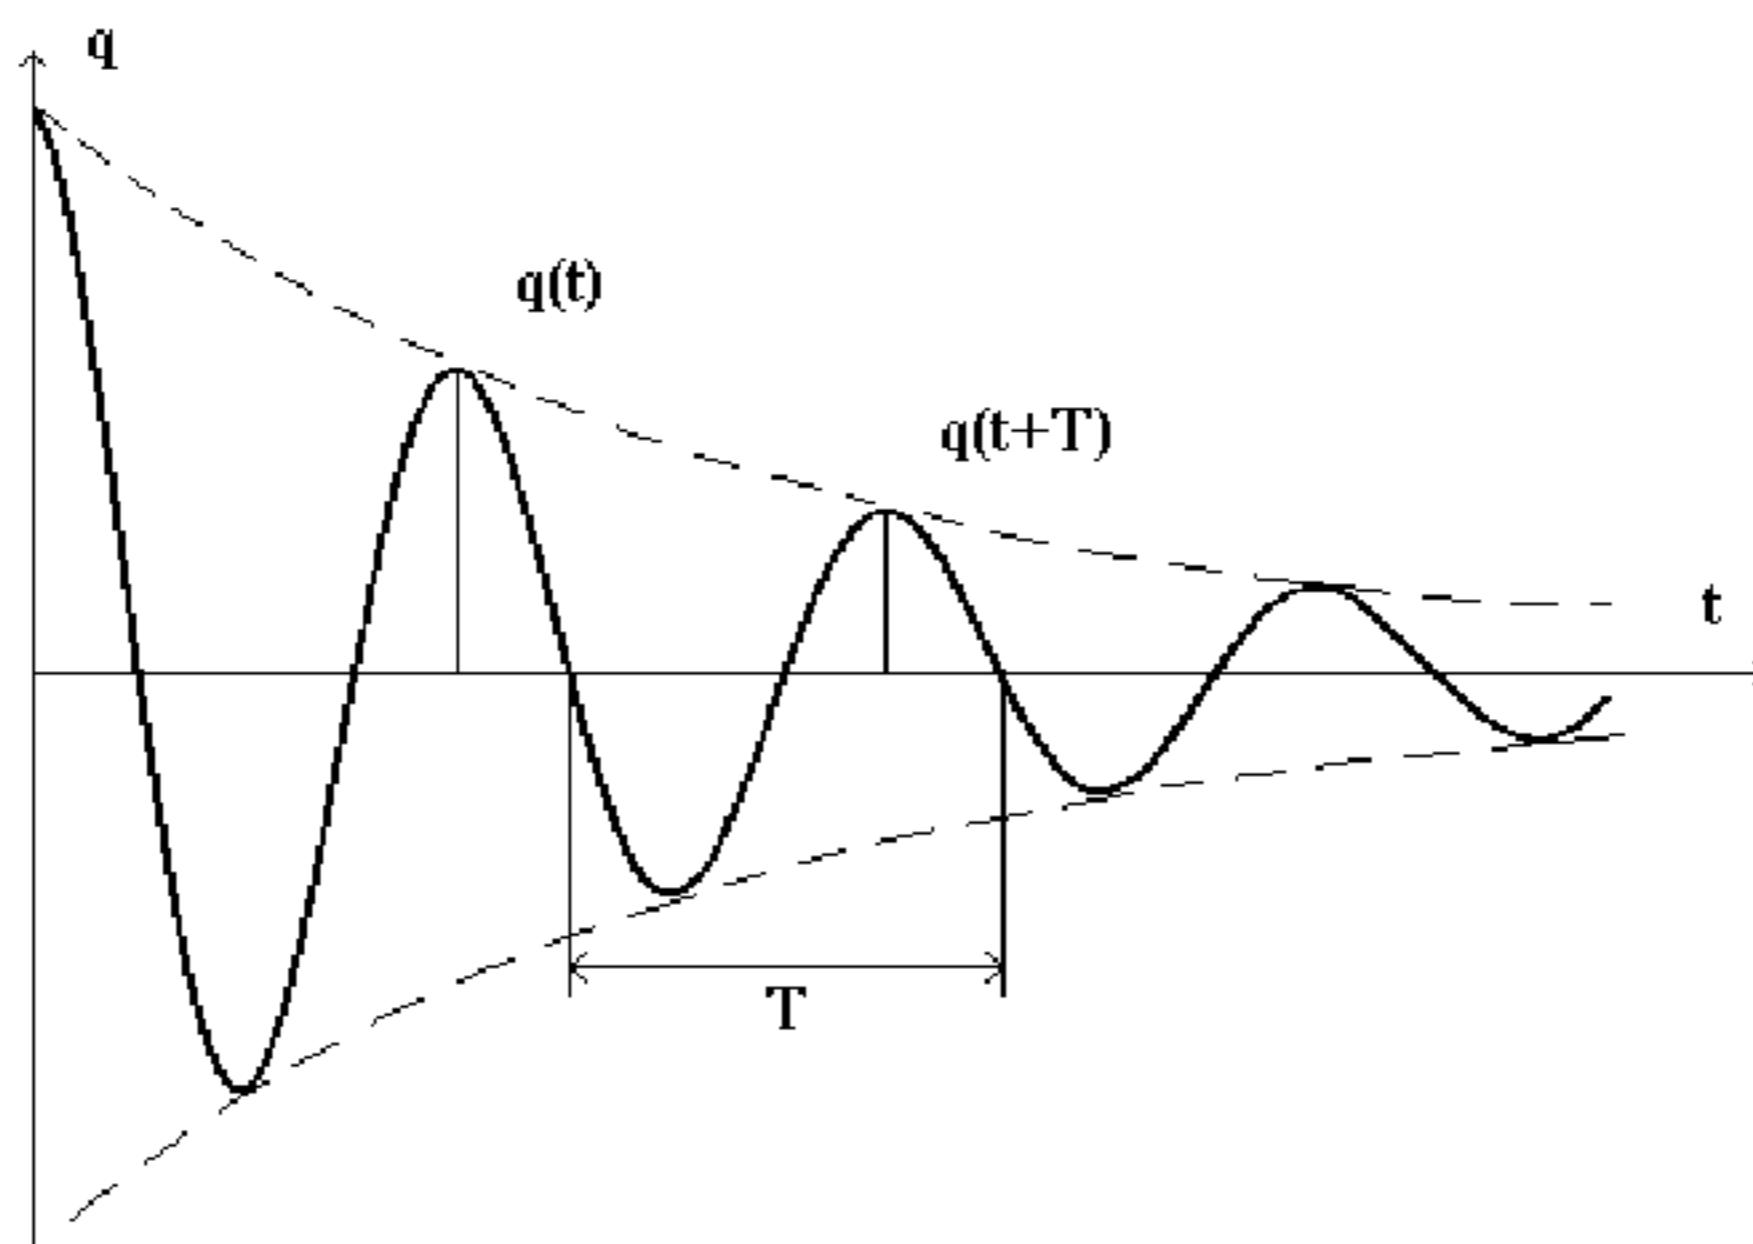

Рис. 3.
Выражение (11.7) есть уравнение затухающих электрических колебаний, циклическая частота которых равна ω , а амплитуда экспоненциально убывает с течением времени (рис. 3).
Здесь A – амплитуда колебаний величины заряда, тока или напряжения (рис. 3). Используя уравнение (7), получим